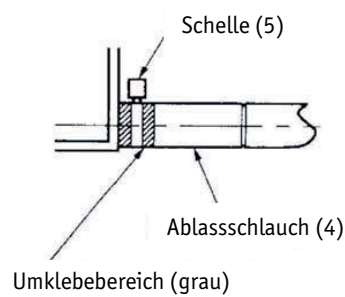

Abb. 2
- Verwenden Sie beiliegenden Ablassschlauch (4) und Zwinde (5). Legen Sie das Ablaufrohr vollständig in den Abflussstutzen ein. Schrauben Sie die Zwinde innerhalb des Bereichs des grauen Klebebands an, bis der Schraubkopf weniger als 4 mm vom Schlauch ist (s. Abb. 2, 3).